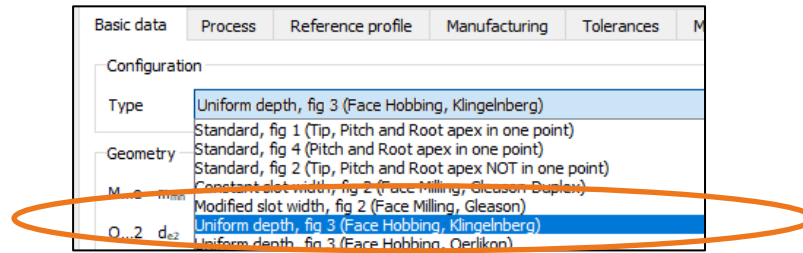

Figure 28. Selecting «Uniform depth» type for the palloid procedure
1. In «**Basic data**» → «**Type**», select the «**Uniform depth, fig 3 (Klingenberg)**» type (see Figure 28).